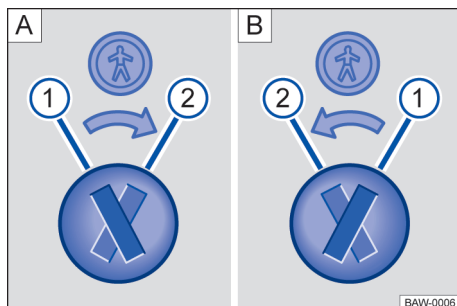

Fig. 6 Trava de segurança para crianças: (A) porta traseira esquerda, (B) porta traseira direita.
Legenda para → Fig. 6:
- Introduzir a haste da chave na ranhura da trava de segurança para crianças para ativar ou desativar → Fig. 6.